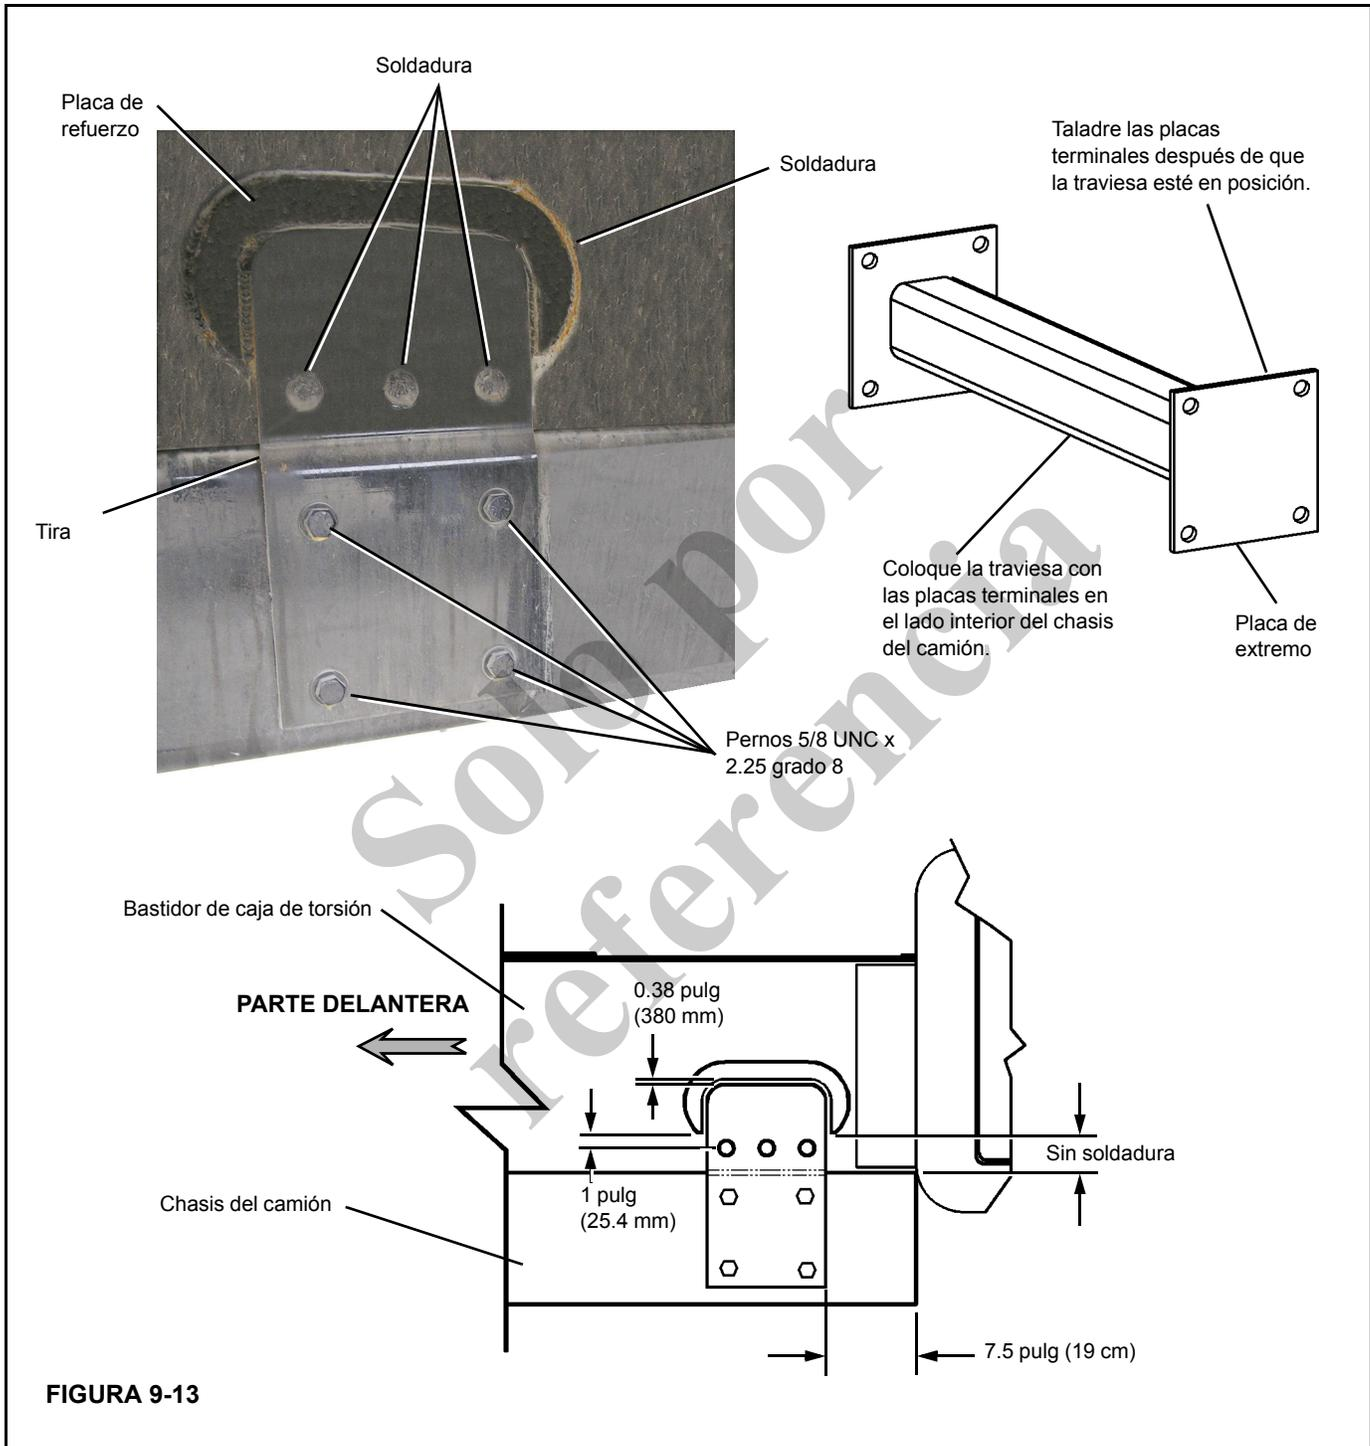

FIGURA 9-13
7. Ubique la tira trasera en el bastidor de la caja de torsión y suéldela (Figura 9-13).
8. Recorte la traviesa de modo que quepa (Figura 9-13) dentro del chasis del camión con la placa terminal.
10. Fije la traviesa en su lugar con pinzas y taladre cuatro agujeros usando la placa de montaje inferior para ubicarlos en la traviesa (Figura 9-13).